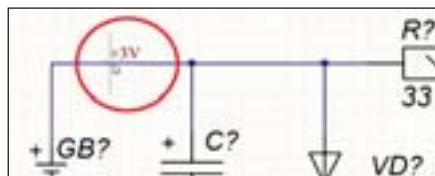

Рис. 46. Расположение метки цепи на схеме
11. Подведите курсор к цепи, которая соединяет положительный вывод батареи, полярный конденсатор, светодиод и резистор. Когда маленькое перекрестие курсора станет красным, разместите метку щелчком левой кнопки мыши (рис. 46).